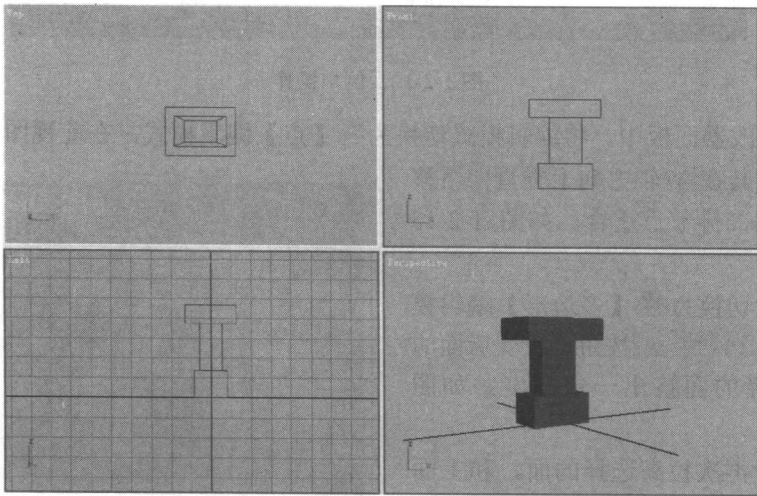

图 1-2-18 编辑后的结果
(9) 执行上步操作后，得到如图 1-2-18 所示的最终结果。